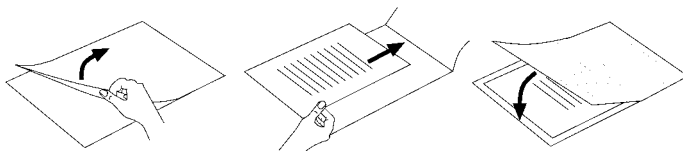

Fig. 2
- ▶ Certifique-se de que utiliza apenas uma película para a laminação. Abra-a previamente, tal como apresentado na fig. 2 a título de exemplo.
- ▶ Certifique-se de que apenas utiliza uma única película para a laminação. Abra-a previamente, como está representado, por exemplo, na fig. 2.